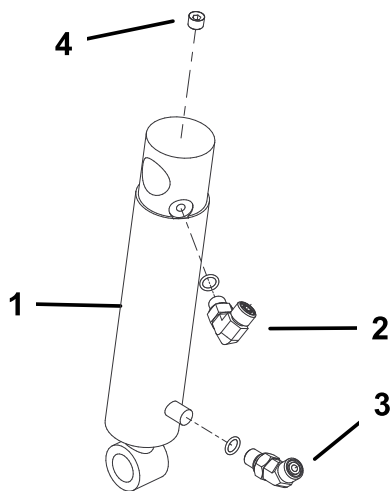

Рисунок 11
1. Завинтите 90-градусный фитинг в верхнее отверстие в гидроцилиндре. Расположите фитинг, как показано на Рисунок 11. Примечание: Обеспечьте, чтобы перед установкой все уплотнительные кольца круглого сечения были смазаны и правильно расположены на фитингах.
2. Завинтите 45-градусный фитинг в нижнее отверстие в гидроцилиндре. Расположите фитинг, как показано на Рисунок 11.